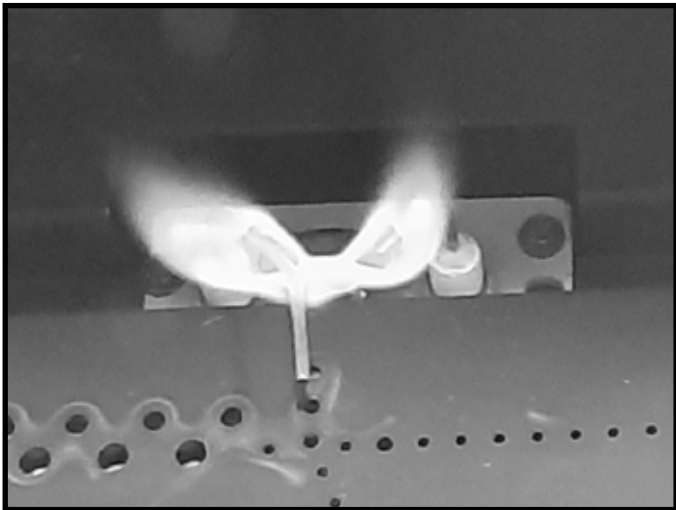

Figura 4.2 Llama piloto
- Inspeccione el patrón y la intensidad de la llama piloto. Consulte la Figura 4.2 para conocer el patrón adecuado de la llama piloto. Limpie o reemplace la cabeza de inyector con roscado exterior según sea necesario.